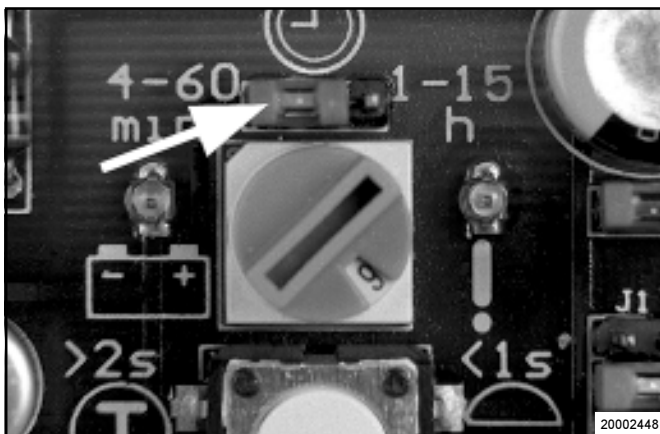

Fig. 14: - Présélection des plages de temporisation
- Les plages de temporisation (heures ou minutes) peuvent être modifiées en fichant le cavalier de la plaquette de circuits imprimés sur une autre position (Fig. 14).